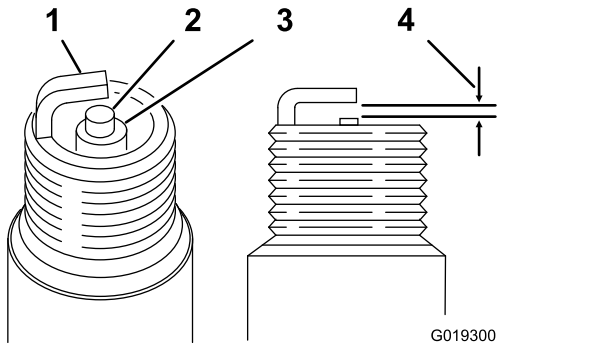

Figure 33
Écartement : 0,70 à 0,80 mm ; voir Figure 33
- Réglez l'écartement des électrodes entre 0,70 et 0,80 mm, comme montré à Figure 33.